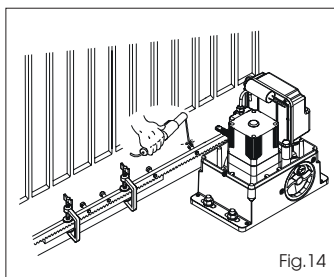

Fig. 14
- 5) Acerque otro elemento de cremallera al precedente utilizando, para sincronizar la dentadura de los dos elementos, una pieza de cremallera como se indica en la Fig. 14.